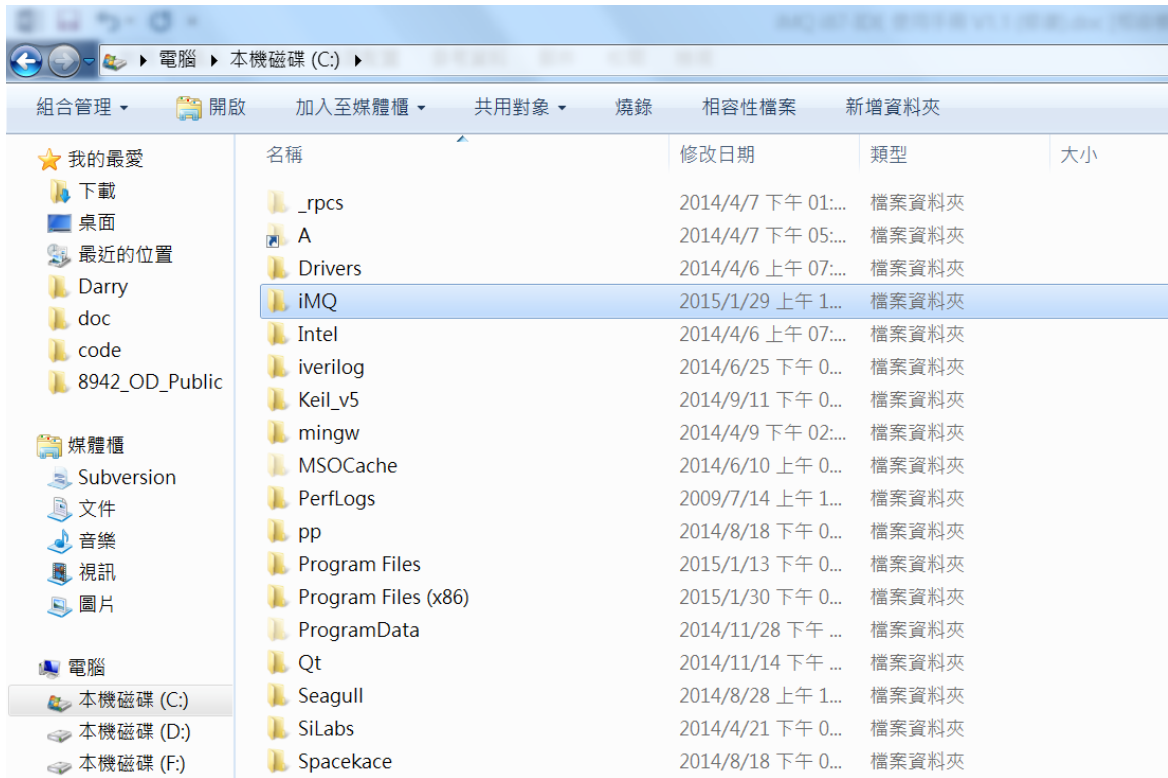
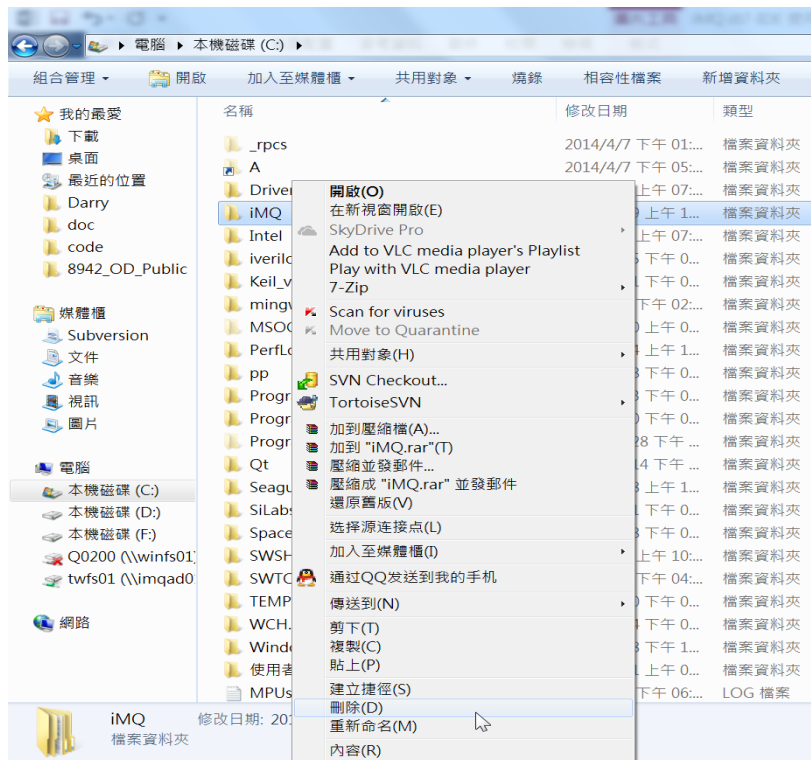

图 3.15
图 3.16
接着到 C 槽的『Program Files』子目录里，将光标移到子目录『iMOIDE』位置 (图 3.15)，按下鼠标右键并点选之，便出现图 3.16。将光标移到『删除 (D)』位置，按下左键，便完成移除所有 i87-IDE 项目的动作。